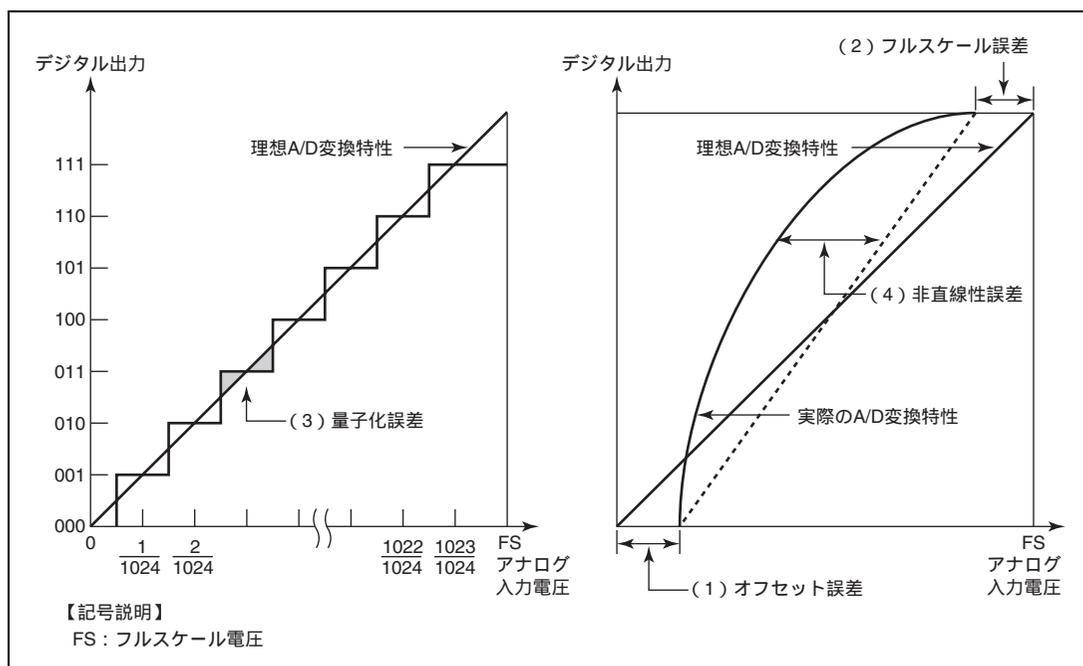

図 22.7 A/D 変換精度の定義
図 22.7 に沿って、上記 1.~4.の誤差を説明します。ただし、図ではわかりやすいように、10 ビットの A/D 変換器を 3 ビットの A/D 変換器に単純化しています。オフセット誤差とは、デジタル出力値が最小値（ゼロ電圧）B'000000000 (図では 000) から B'000000001 (図では 001) に変化するときの、実際の A/D 変換特性と理想 A/D 変換特性との偏差 (図 22.7 (1)) です。フルスケール誤差とはデジタル出力値が B'111111110 (図では 110) から最大値（フルスケール電圧）B'111111111 (図では 111) に変化するときの、実際の A/D 変換特性と理想 A/D 変換特性との偏差 (図 22.7 (2)) です。量子化誤差とは、A/D 変換器が本質的に有する誤差であり、1/2LSB で表されます (図 22.7 (3))。非直線性誤差とは、ゼロ電圧からフルスケール電圧までの間の実際の A/D 変換特性と理想 A/D 変換特性との偏差 (図 22.7 (4)) です。ただし、オフセット誤差、フルスケール誤差、量子化誤差は含みません。